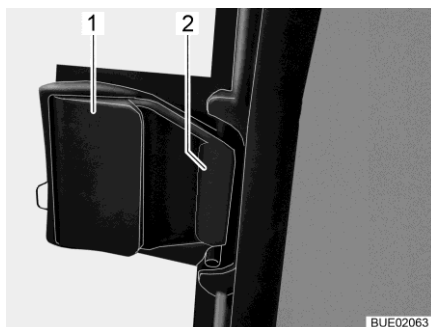

Fig. 118 Finestra scorrevole, bloccata
- Tirare l'elemento di sblocco (Fig. 118, 1). Il chiavistello (Fig. 118,2) si apre.